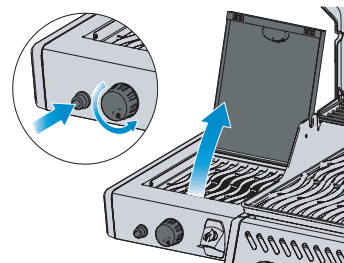

Fig. 3
4. Si le brûleur ne s'allume pas, pivoter le bouton dans le sens contraire des aiguilles d'une montre (position OFF). Attendre 5 minutes. Recommencer les étapes 2 et 3. (Fig. 3)